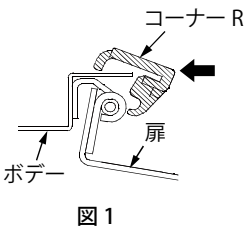

図 1
2. コーナー R を(図 1、2)の位置でボデーコーナー部に押し込み、取付けてください。